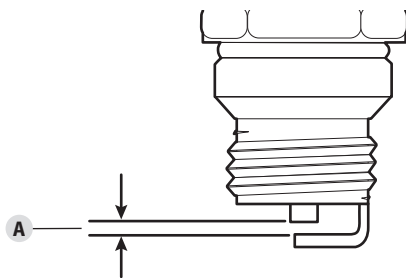

Fig. 21
4. Use un calibrador de separación para ajustar una separación de aire (Fig. 21-A) de **0.025 pulgadas (0.635 mm)**.